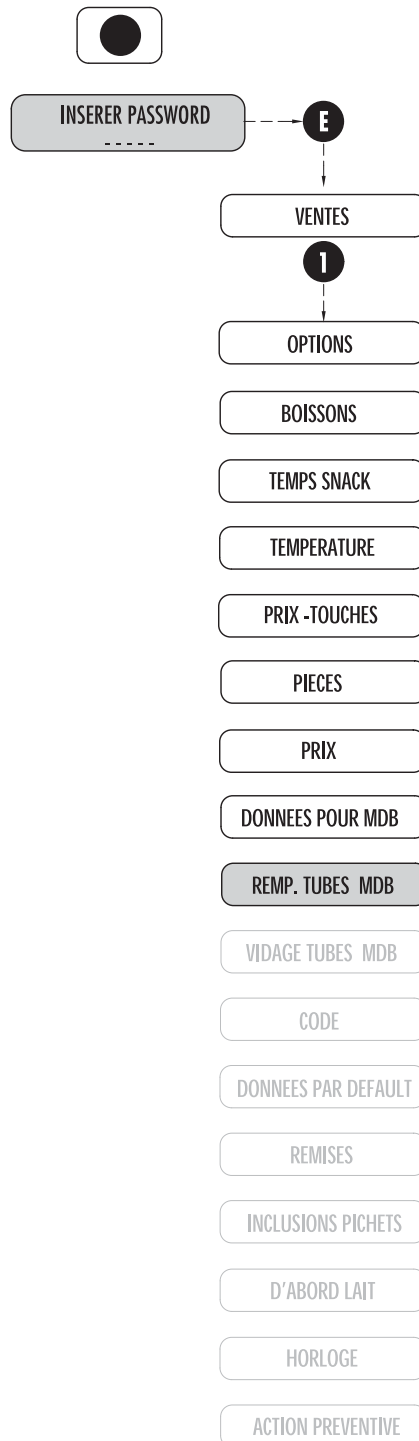

Fig. 7.13
7.2.10 REMP. TUBES MDB (Fig. 7.13)